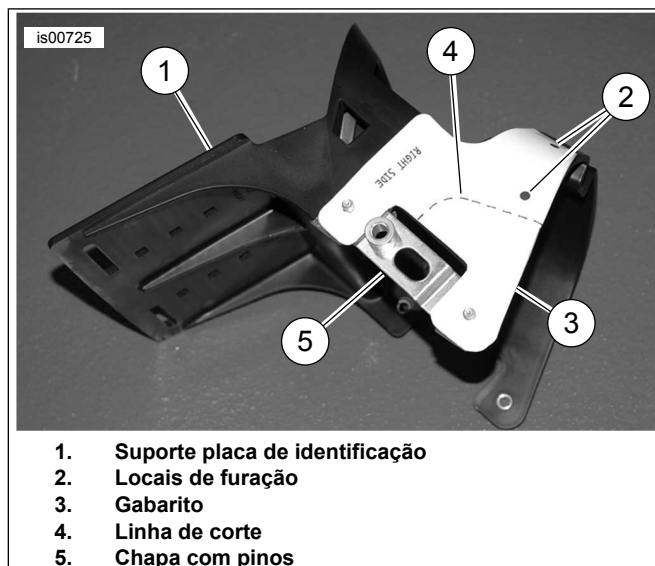

Figura 3. Colocação do gabarito (visto do lado direito)
11. Veja a Figura 3. Use a chapa com pinos (5) para localizar o gabarito, como mostrado. Prenda os dois gabaritos (3) com fita adesiva no suporte da placa de identificação (1), alinhando os furos de fixação do suporte com os indicadores de furos do gabarito, como mostrado. Marque os pontos dos furos a serem feitos (2) e, em seguida, use uma lâmina para traçar as linhas de corte (4) do gabarito no suporte.